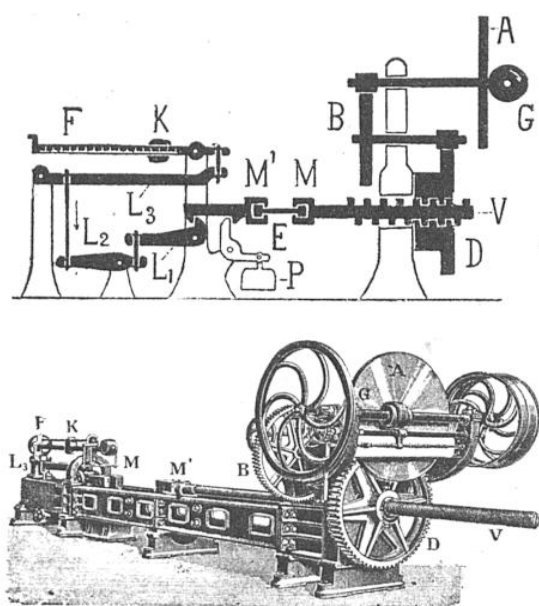
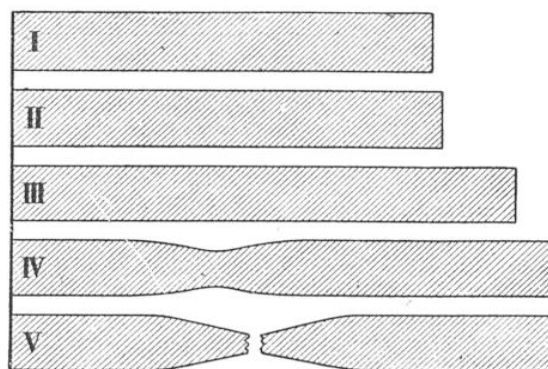
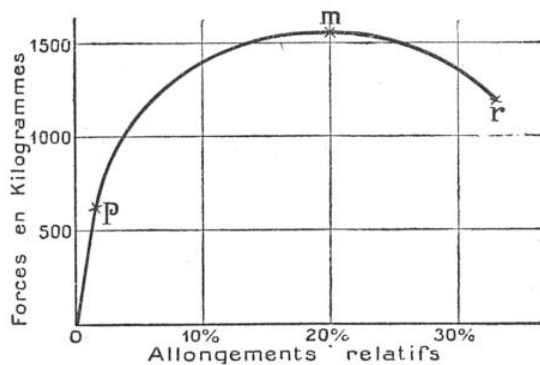

FIG. 7 ET 8. — MACHINE DE TRACTION
FIG. 9. — CE QUE DEVIENT UN CYLINDRE (I) REPRÉSENTÉ EN DEMI-GRANDEUR, LORSQU'ON LE SOUMET À DES EFFORTS DE TRACTION DE PLUS EN PLUS CONSIDÉRABLES
FIG. 10. — ESSAI DE TRACTION
Nous avons reproduit (fig. 7 et 8) une « machine de traction » utilisée dans les essais industriels et nous emploierons, pour fixer les idées, une éprouvette d'aluminium de 10 centimètres de long et de 7 millimètres de rayon (donc de 154 millimètres carrés de section primitive) ; cette éprouvette est représentée en demi-grandeur par la figure 9, I. D'ailleurs, quelles que soient les dimensions et la nature du cylindre, on passe par les quatre stades suivants :
par millimètre carré, c'est-à-dire, pour les dimensions choisies, tant que la force n'atteint pas 616 kilogrammes, il y a proportionnalité entre les allongements produits et les tensions appliquées. Pour 4 kilogrammes par millimètre carré, l'allongement relatif est de 2 % ; la longueur est devenue 10 cm 2 (1) (fig. 9, II) ; ces deux nombres : 4 kilogrammes par millimètre carré (pour la tension) et 2 % pour l'allongement relatif définissent la *plasticité* de l'aluminium, c'est-à-dire la tension ou l'allongement relatif qu'il faut dépasser pour occasionner une déformation permanente. Ce premier stade
Il s'agit du cylindre de la figure 9. Le graphique indique les allongements successifs lorsqu'on tire de plus en plus sur l'éprouvette.
de déformation est représenté par nos deux figures 10 et 11 : c'est la portion rectiligne Op de la figure 10, où on exprime les allongements relatifs en fonction de la force (en kilogrammes) appliquée à l'éprouvette ; c'est aussi la portion rectiligne OP de la figure 11, où les allongements relatifs sont rapportés à la tension (en kilogrammes par millimètre carré).
2^o *Stade de traction plastique uniformément répartie.* Lorsqu'on dépasse les points p (fig. 10) ou P (fig. 11), c'est-à-dire lorsqu'on augmente encore la force de traction (ou la tension), les allongements relatifs croissent énormément — beaucoup plus que si on prolongeait les lignes droites Op ou OP —. On obtient alors l'apparence de la figure 9, III, ce qui, sur nos graphiques 10 et 11, correspond aux portions de courbe pm ou PM . Toute l'éprouvette s'amincit régulièrement ; mais elle reste partiellement allongée et amincie, quand on cesse l'effort appliqué : la déformation est plastique (ou permanente).
3^o *Stade de striction.* Continuons à tirer toujours davantage, à partir des points m ou M . Il se produit un amincissement localisé, une « striction », comme le montre la figure 9, IV ; cette striction ne se produit pas nécessairement au milieu de la barre ; elle est due à un défaut d'homogénéité du métal, à l'existence d'une zone de moindre résistance mécanique (1). Nos deux graphiques 10 et 11 diffèrent alors notablement : dans les appareils industriels, on constate que la force appliquée (2) *diminue* (portion mr de la fig. 10) ; mais cette force se trouve répartie sur une section plus faible (la striction) et si, pour obtenir la tension effective, on divise la force (expérimentalement mesurée) par la section la plus faible, on trouve une tension qui reste sensiblement constante, comme le montre la portion MR de la figure 11.
(1) Des éprouvettes extrêmement homogènes se brisent simultanément en un grand nombre d'endroits différents.
(2) Mesurée à la balance (fig. 7 et 8) ou au dynamomètre.
4^e Stade de rupture. Et, finalement, le cylindre se brise, ainsi que l'indique la figure 9, V, à laquelle correspondent les points r et R de nos graphiques 10